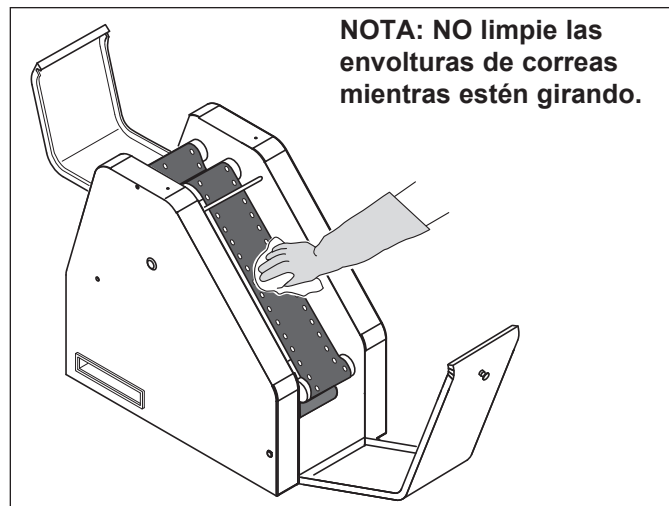

Figura 9. Limpieza de envolturas de correas
2. Teniendo puestos guantes resistentes al calor, pase por el exterior de la envoltura de la correa superior una toalla limpia humedecida con concentrado multiuso **McD® All-Purpose Super Concentrate (APSC) (HCS)** (Figura 9).